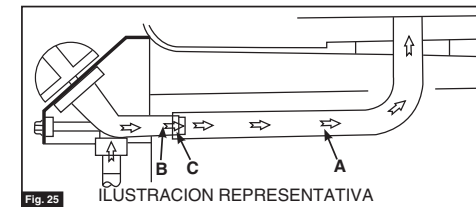

Fig. 25
2. Compruebe que todos los quemadores venturi [A] estén puestos correctamente sobre el escape de la válvula [B]. El orificio de la válvula [C] debe estar dentro del venturi. (Fig. 25)